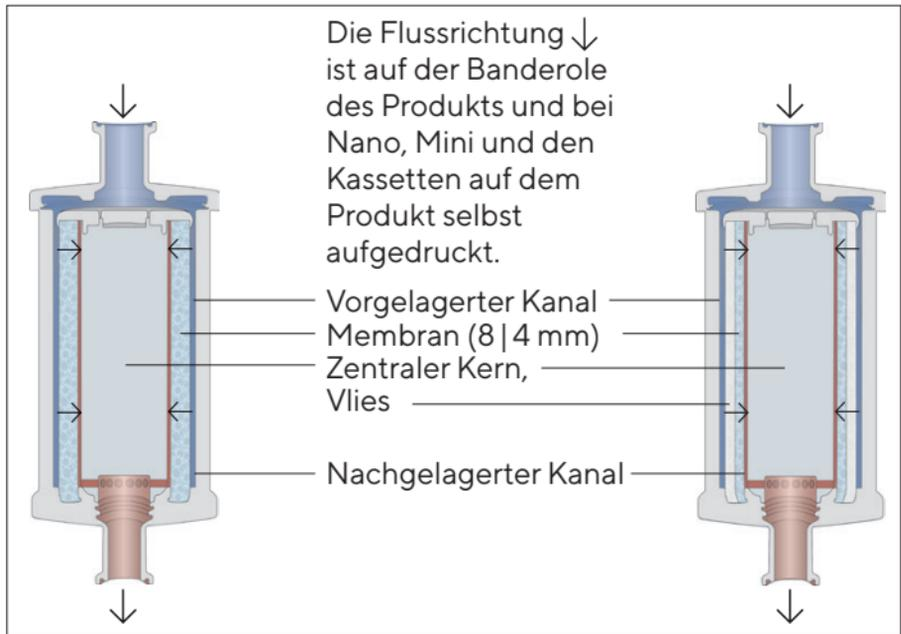

Abb. 3: Konstruktion und Strömungsweg in 8-mm-Kapseln (links) und 4-mm-Kapseln (rechts).
- ▷ Der Flüssigkeitsstrom wird zum vorgelagerten Kanal geleitet (d. h. die Lösung tritt in das Produkt ein) und passiert die Membranschichten bis zum nachgelagerten Kanal und zum Auslass des Produkts (siehe Abb. 3).